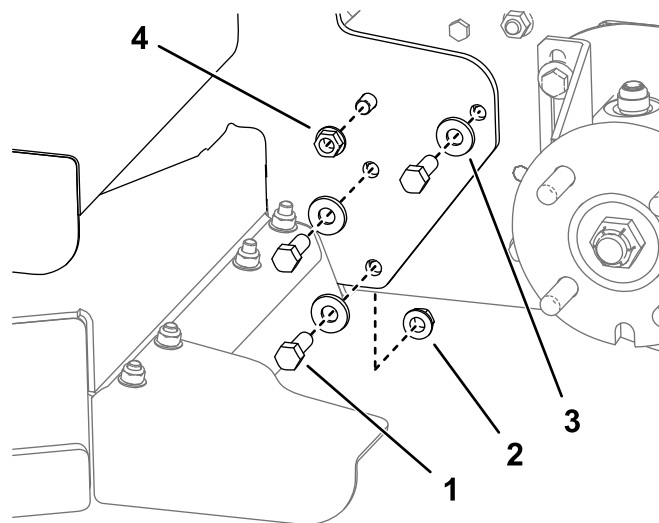

Figura 4
1. Montate 8 bulloni ($\frac{3}{8}$ " x 1"), rondelle curve e dadi flangiati per fissare il piatto di taglio rotante al gruppo motore, come illustrato nella Figura 4.